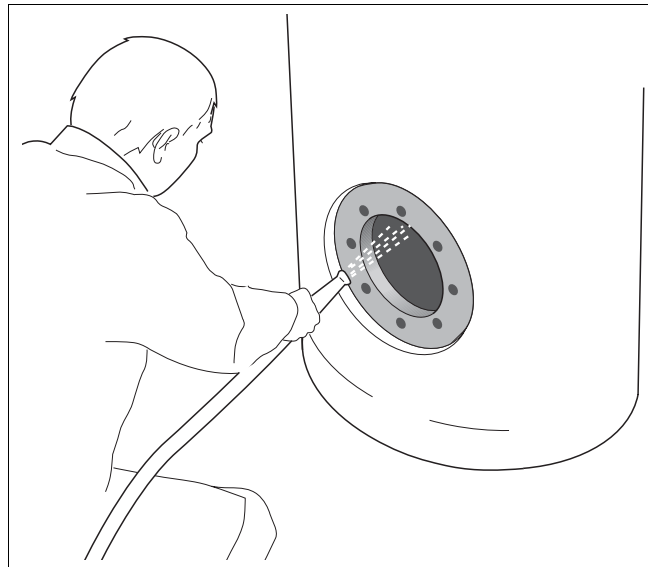

Fig. 12 Rincer le préparateur
- Pulvériser la partie interne du préparateur avec un jet d'eau froide « puissant » (env. 4 – 5 bar) (fig. 12).